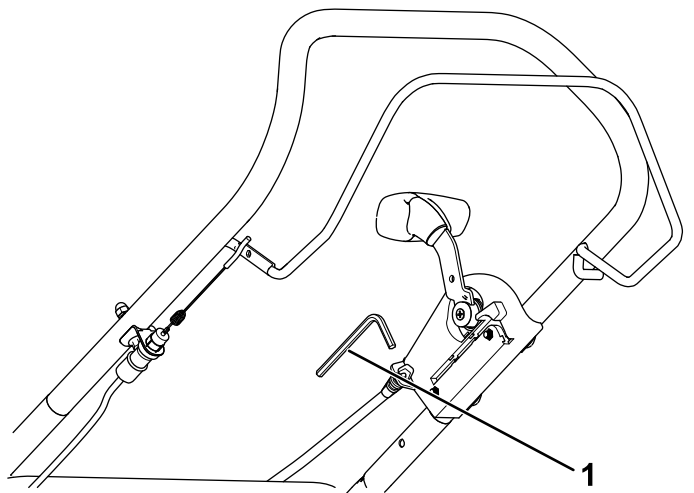

Figura 18
2. Scoateți cheia hexagonală din ansamblul manetei pentru transport (Figura 18).